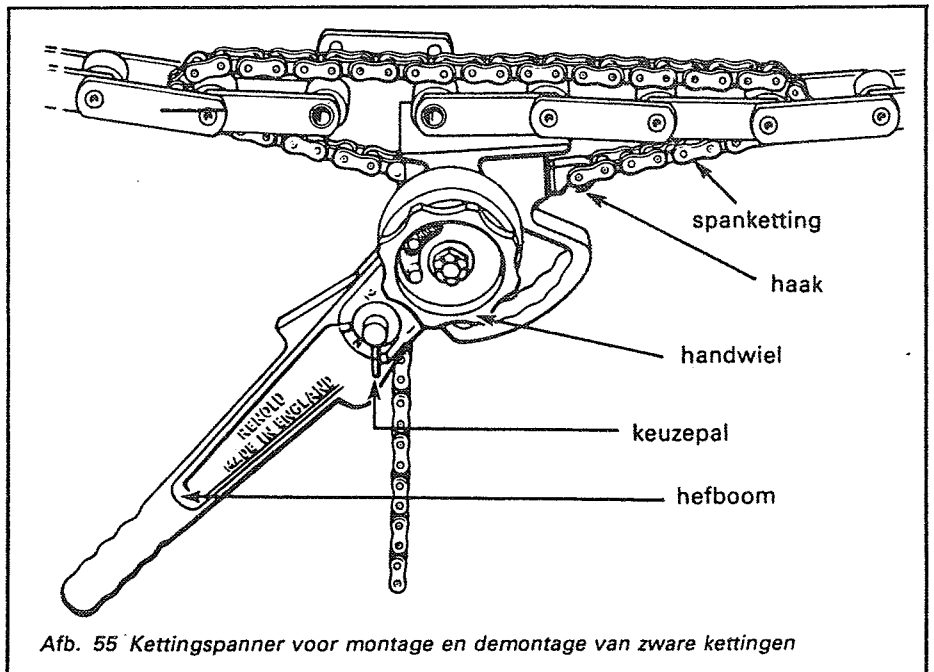

Afb. 56 Borgingen van de verbindings- of sluitschakel
7. De borging van de sluitschakel bij een even aantal schakels kan zowel met een splitpen als met een sluitveer zijn uitgevoerd. Bij borging met een sluitveer moet het gesloten einde wijzen in de bewegingsrichting van de ketting. (afb. 54) Wordt de sluitschakel geborgd met splitpenen, dan dienen deze zodanig te worden aangebracht, dat ze de veiligheid niet in gevaar brengen. (Afb. 56)